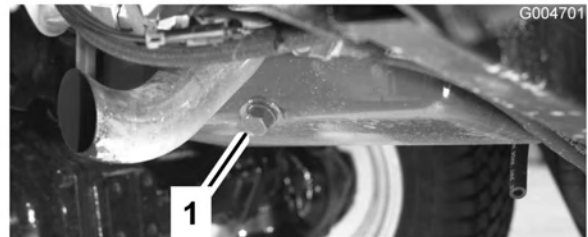

Bild 49
1. Entfernen Sie eine der Ablassschrauben (Bild 49) und lassen Sie das Öl in die Auffangwanne ab. Schrauben Sie die Ablassschraube wieder ein, nachdem das Öl abgelassen ist.